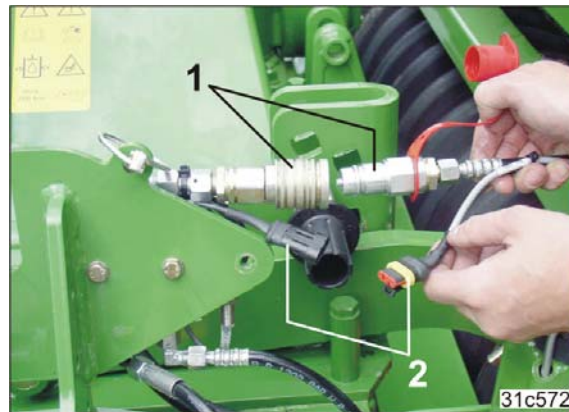

Fig. 101
8. Die Spuranreißer-Hydraulikschläuche (Fig. 101/1) kuppeln.
9. Das Spuranreißer-Sensorkabel (Fig. 101/2) zusammenstecken.